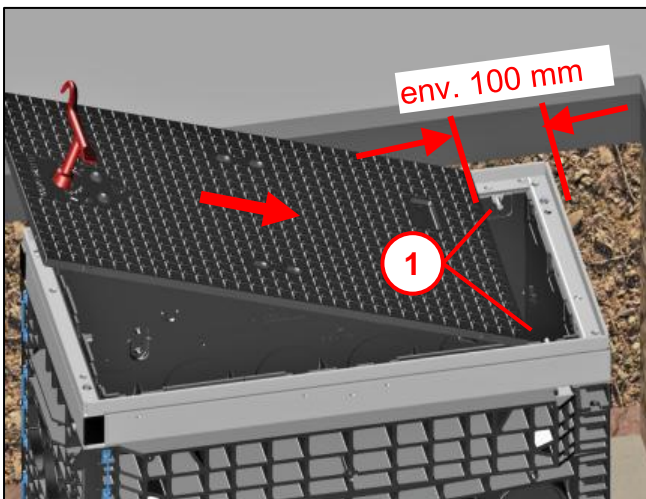

Fig. 28
- Soulever le couvercle (2) avec un outil de levage adapté (1) et le placer sur le cadre en acier (3).
- Pour ce faire, respecter l'étape suivante selon Fig. 28 !